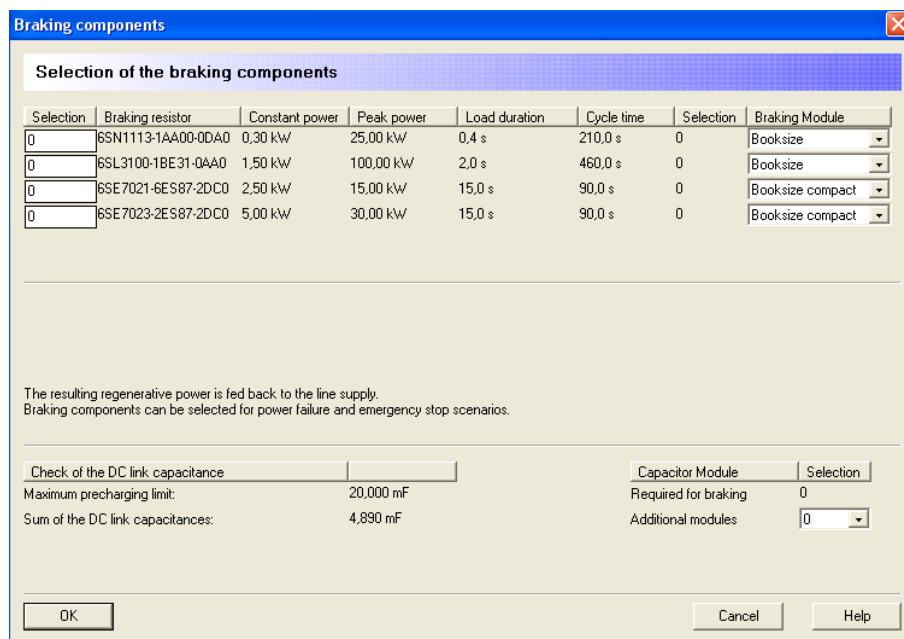

Figura 3.2.100 "Selection of the braking components"
- **Braking components** (figura 3.2.100): en este apartado se selecciona si se desea incorporar resistencias de frenado a cada uno de los ejes y cabezal configurados.